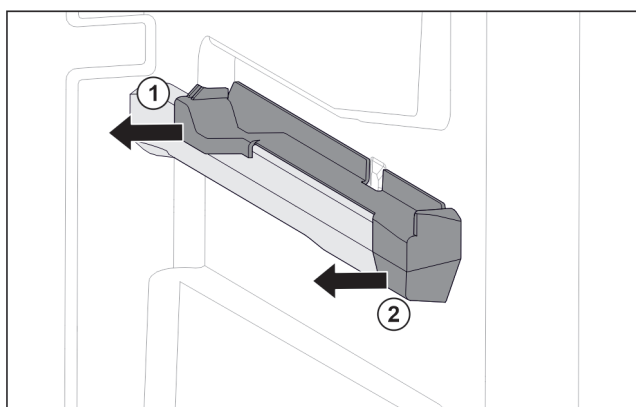

Fig. 114 Násuvný diel na pravom rebre nádoby
- ▶ Stiahnite násuvný diel vzadu do strany. Fig. 114 (1)
- ▶ Stiahnite násuvný diel vpredu do strany. Fig. 114 (2)